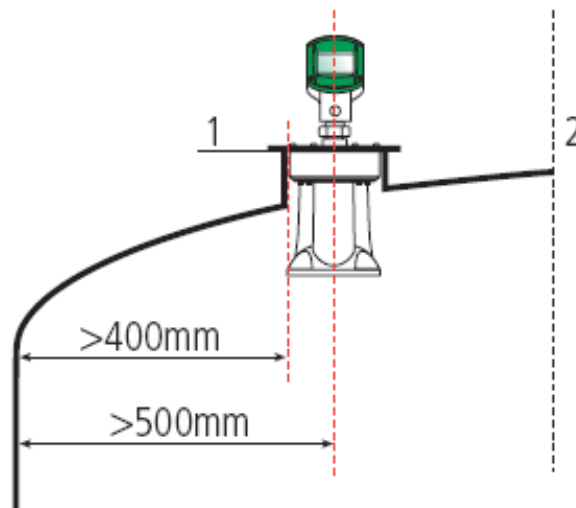

Figura 6, instalación en contenedor cerrado
- ⦿ El punto de instalación en el contenedor debe estar al menos a 0,5 metros de la pared del contenedor, como se muestra en la *Figura 6, instalación en contenedor cerrado*. El lugar óptimo se encuentra entre la pared del silo y el centro del silo.